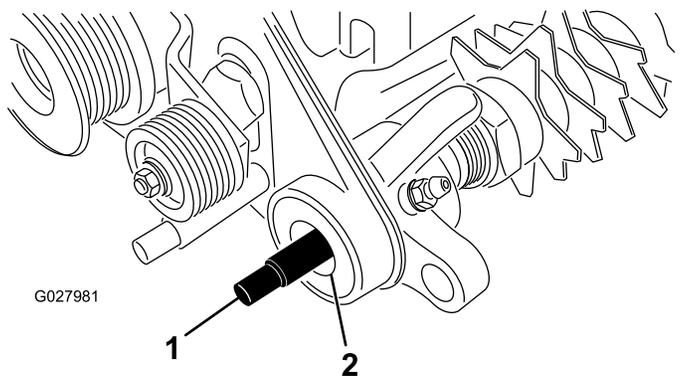

Figure 8
- Appliquez de la graisse sur les joints du support de roulement de l'entraînement et au bout de l'arbre du groomer (Figure 8).
- Glissez l'extrémité cannelée de l'arbre du groomer dans le support de roulement de l'entraînement (Figure 8).